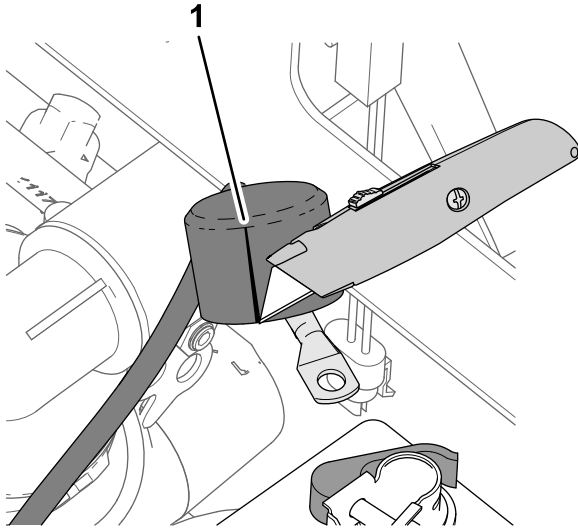

Figure 209
1. Placez le capuchon isolant du câble positif de la batterie relié au démarreur, comme montré à la Figure 209.